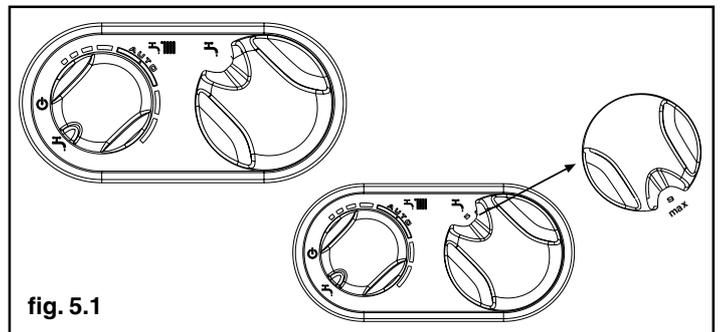

fig. 5.1
- colocar el selector de función en verano “☀” (fig. 5.1) y el selector de temperatura del agua caliente sanitaria en el valor máximo (fig. 5.1).